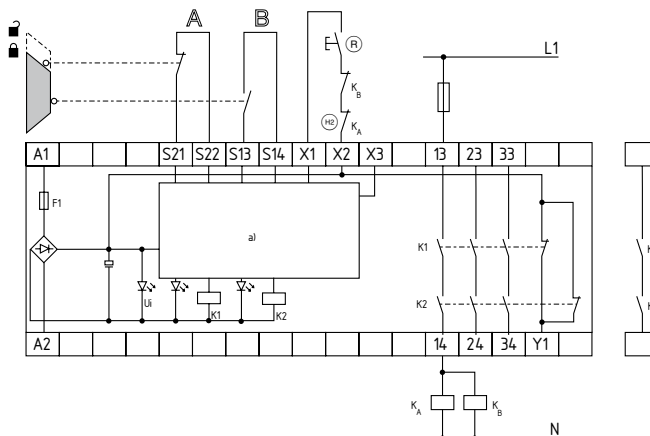

Fig. 2
Tvåkanals styrning, i exemplet visas en övervakning av skyddsöppning med två positionsbrytare, varav en kontakt är tvångsöppnande; med övervakad manuell resetknapp (R) (se fig. 2)
- (R) = Återföringskrets